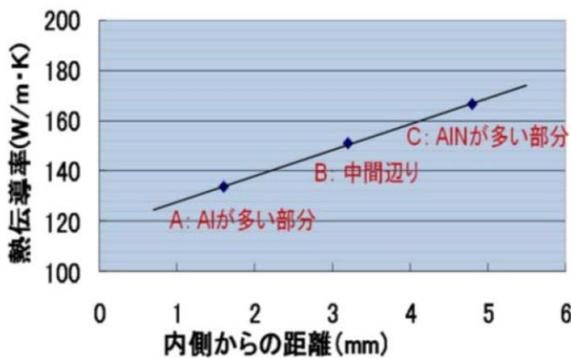

図1 定常熱流法によるAl/AlN傾斜機能材料の熱伝導率
- 定常熱流法は、熱伝導率の物理的な定義に忠実な測定法であり、他法に比べ、密度等の測定は必要なく、熱伝導率の絶対値を求めることができる。Al/AlN の傾斜機能材料を測定した結果を図1に示す。